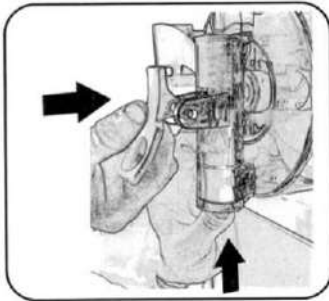

Abb. 41
5. Halten Sie den Ablasshahnstift nach oben gedrückt, bis Sie das viereckige Loch sehen können, in das Sie den Griff einführen werden (Abb. 41).